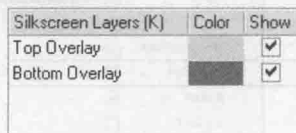

图 1-7 丝印层
(3) 丝印层：主要用来在印制电路板上印上元器件的流水号、生产编号、公司名称等，如图 1-7 所示。